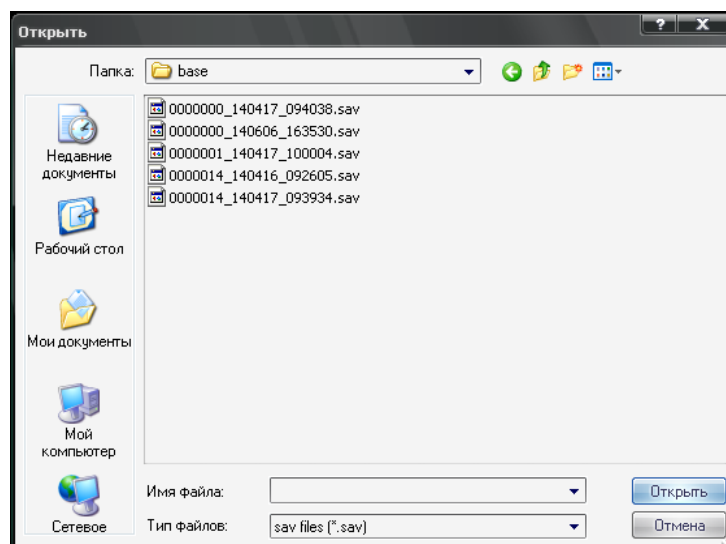

Рис.25
**Прочитать конфигурацию из файла.** Считывание сохраненной информации из файла в программу (рис.25).